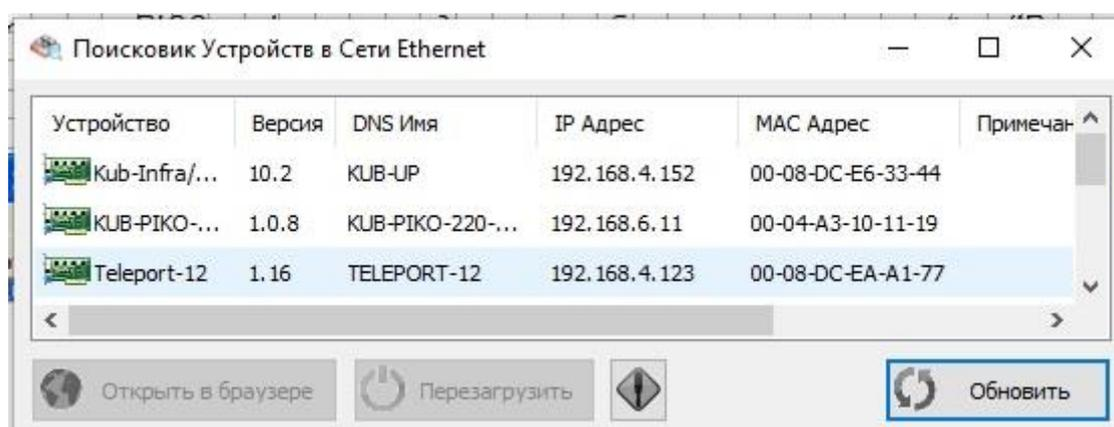

Рис.6.1. Утилита «picSearch»
61. С помощью утилиты «picSearch» можно считать у прибора сетевые настройки (IP, МАК и т.п., рис.6.1), а также отправлять команду перезагрузки прибора.